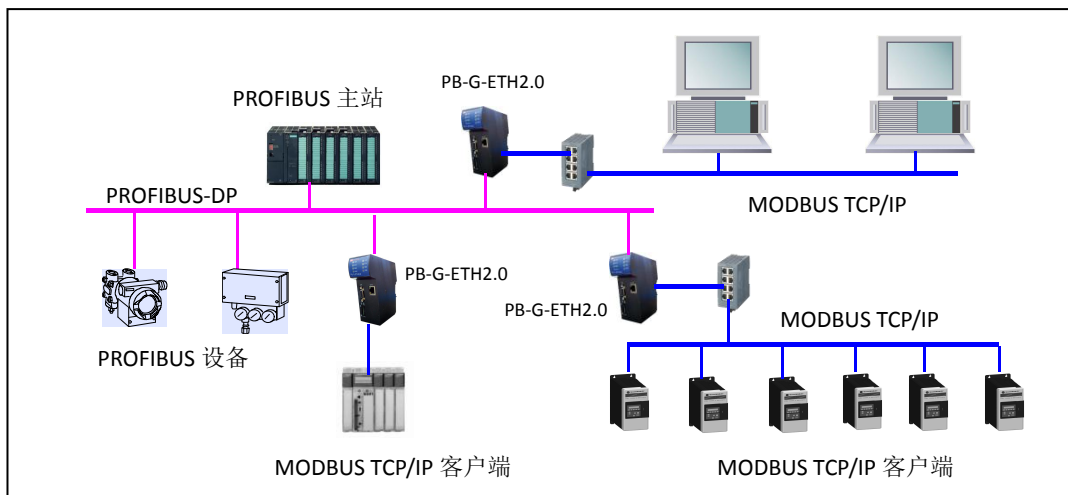

图 0-1: PB-G-ETH2.0 连接 PROFIBUS 主站与 MODBUS/TCP 客户机
2. V2.0 型产品，在 PROFIBUS 一侧只做 PROFIBUS 从站；在 MODBUS TCP/IP 一侧做服务端(见图 0-1)本手册以 V2.0 型产品为例来介绍它的使用。
上图 0-1 中 PB-G-ETH2.0 在 MODBUS TCP/IP 那端是服务器，通过以太网接口连接到 MODBUS/TCP 客户端设备上。